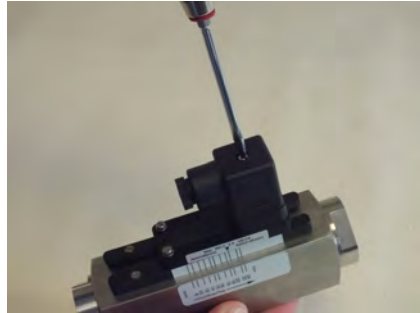

Abb. 65: Steckerdose lösen
1. ➤ Mit einem Schlitzschraubendreher die Befestigungsschraube (Abb. 65) der Steckerdose lösen